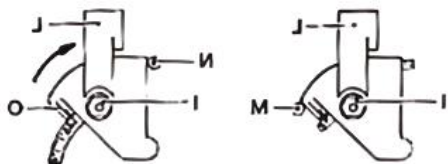

Fig.: 1 Fig.: 2
- Byt ut skyddshölje A, var noga med att föra in bladet mellan remmarna på skyddet S (se fig.1.).